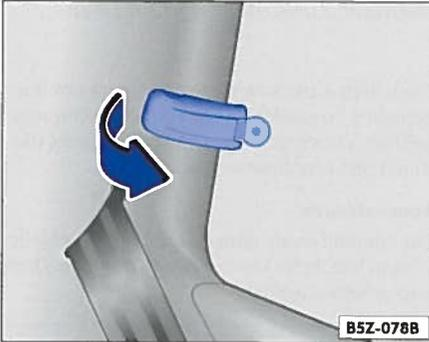

Abb. 39 Verriegelungshebel für mechanisches Ausstellfenster
- Ziehen Sie den Verriegelungshebel ⇒ Abb. 39 in Pfeilrichtung nach vorn und drücken Sie ihn gleichzeitig nach außen bis der Hebel bei ganz ausgestelltem Fenster einrastet